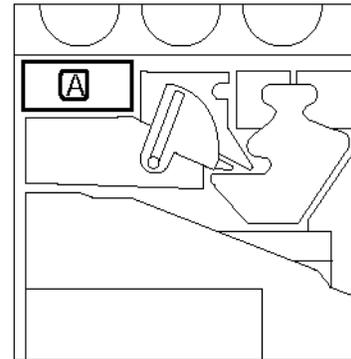

Abb. 15: Tonersammelbehälter
- 3 Der Sammelbehälter (Bereich A in Abb. 15) befindet sich oben links im Kopierer/Drucker.